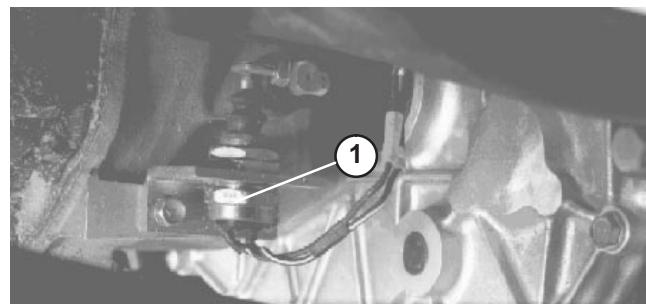

Bild 59
7. Prüfen Sie die Einstellung des Kupplungssicherheitsschalters erneut (Bild 59). Der Motor darf erst anspringen, wenn das Kupplungspedal $3,2 \text{ cm} \pm 3 \text{ mm}$ vom Boden entfernt ist. Lösen Sie ggf. die Klemmmuttern und verstellen Sie den Abstand nach oben oder unten.